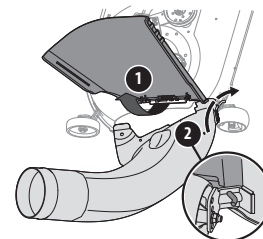

Figure 20
2. Relevez le déflecteur d'éjection et tenez-le (1), puis installez le coude de la goulotte en insérant la tige de montage dans le trou approprié du support de roue ou de la patte de montage de la goulotte (2). Voir Figure 20.